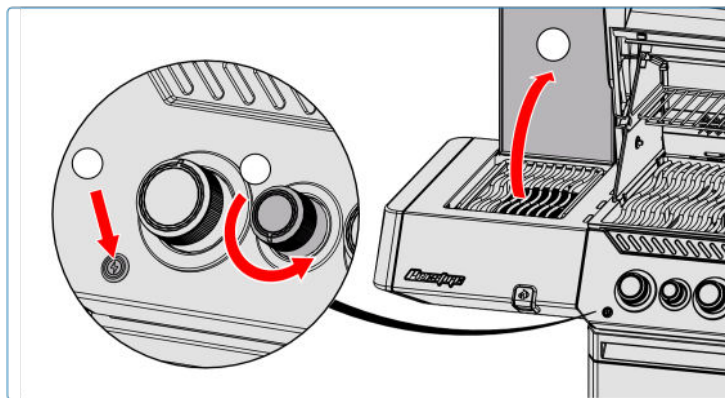

Fig. 7
4. Dacă arzătorul nu se aprinde în 5 secunde, rotește butonul în sens orar, în poziția OFF. Așteaptă 5 minute. Repetă pașii 2 și 3. **(Fig. 7)**